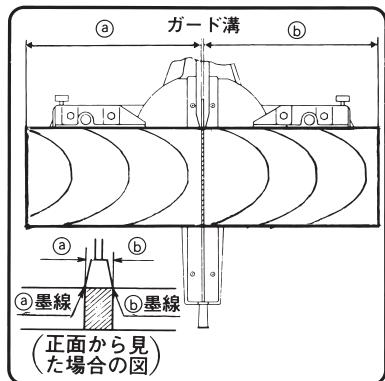

図 24
- (1) 材料を切断する際、この刃の厚さ分が切削されますので、④の長さが必要な場合、墨線をガード溝またはこの刃側面の左側に、⑤の長さが必要な場合、右側に合わせてください。(図24)
- (2) スイッチを入れのこ刃の回転が完全に上がつて安定してから、ハンドルを静かに下げるで材料に近づけます。
- (3) この刃が材料に接したらハンドルを徐々に押し下げて切込みます。
- (4) 切断が終ったところでスイッチを切り、この刃が完全に停止してからハンドルを持ち上げ、もとの位置にもどしてください。